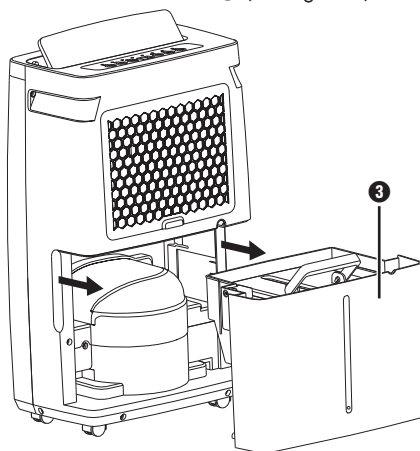

Fig. 1
- ◆ Sortez le réservoir d'eau ❸ avec précaution au niveau des poignées encastrées sur les côtés de l'appareil. Utilisez la poignée pour transporter le réservoir d'eau ❸ (voir figure 1).